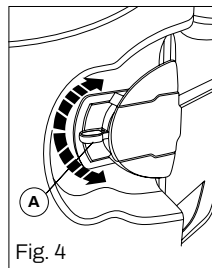

Fig. 4
(Fig. 4)
- L'air chaud (Fig. 4) élimine rapidement la vapeur d'eau, car il absorbe une quantité d'eau beaucoup plus importante que l'air froid